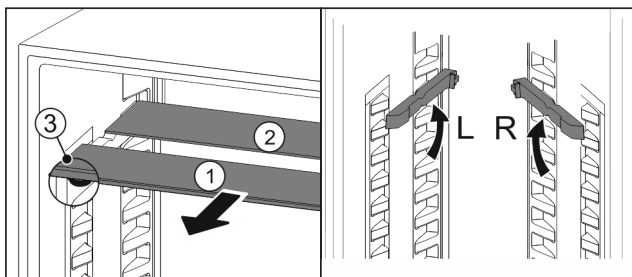

Fig. 176
- estrarre i ripiani di vetro singolarmente tirando in avanti Fig. 176 (1).
- Il piano in vetro Fig. 176 (1) con il motivo ornamentale è nella parte anteriore.
- I fermi Fig. 176 (3) sono rivolti verso il basso.